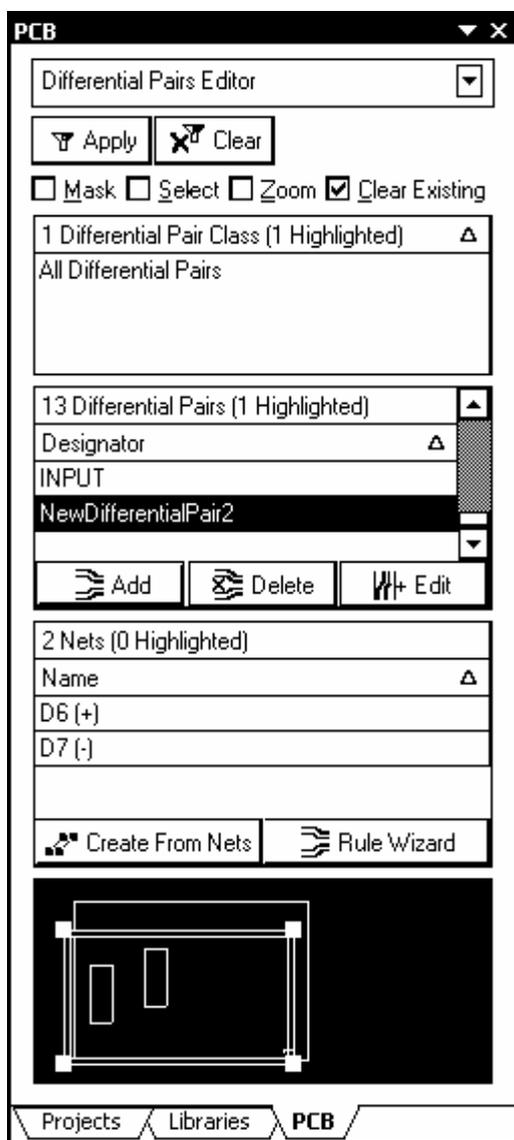
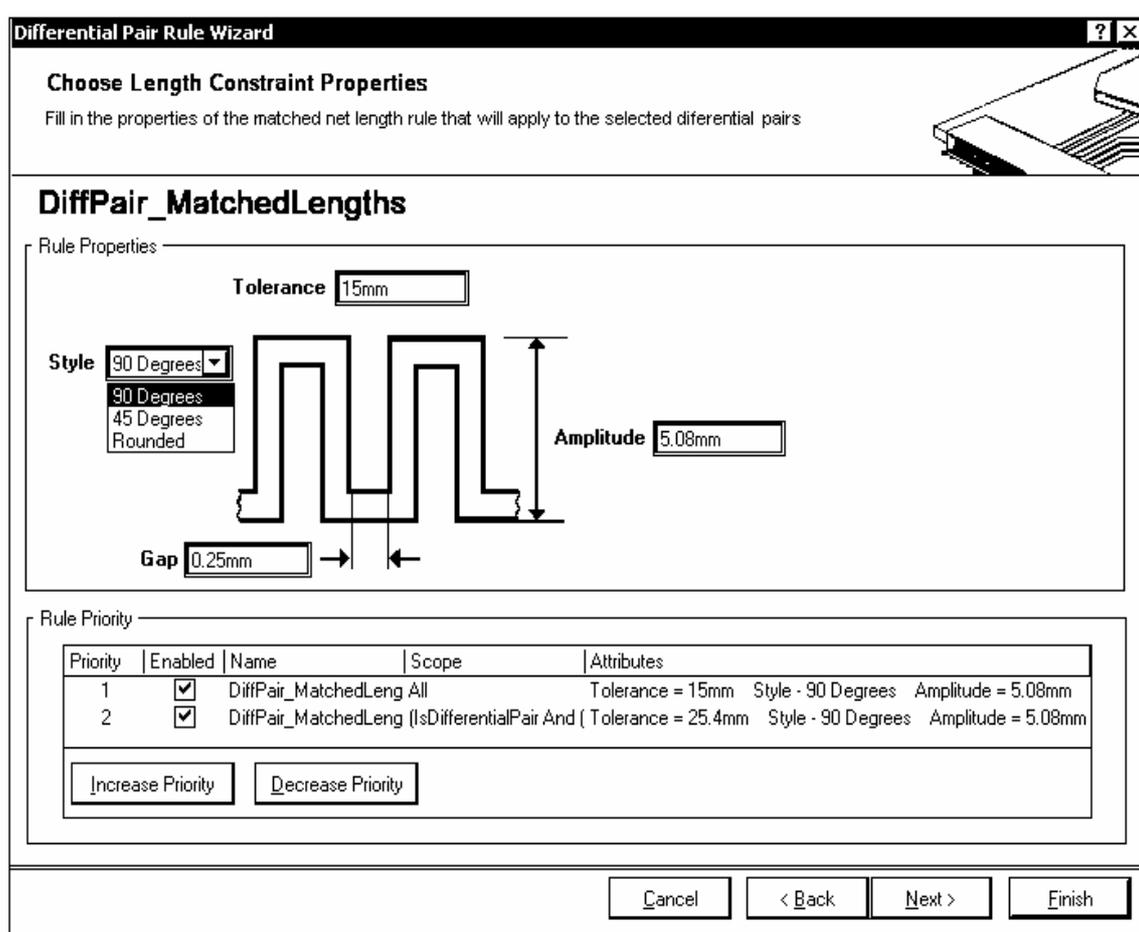

Рис. 7.16
Рис. 7.20
1. Активизировать плавающую панель PCB и переключить ее в режим редактирования дифференциальных пар Differential Pairs Editor (рис. 7.16). В среднем поле панели выводится список всех определенных в проекте дифференциальных пар, в том числе ранее назначенных в редакторе схемы.
Результат отобразится в полях панели РСВ (рис. 7.16). При выделении курсором имени новой пары в колонке Designator центрального поля панели в нижележащее поле выводятся имена двух цепей, объединенных в дифференциальную пару. К ним добавлены индексы (+) и (-).
3. Matched Net – выравнивание длины проводников в паре добавлением в короткий проводник лесенки или змейки. Данная настройка доступна в ветви High Speed/Matched Net Lengths дерева правил проектирования. Она также вызывается из плавающей панели PCB щелчком на кнопке Rule Wizard (см. рис. 7.16). Вызывается “Мастер подсказки”, на одном из шагов которого открывается диалог настройки DiffPair_MatchedLengths – выравнивания длины проводников в дифференциальной паре (рис. 7.20).